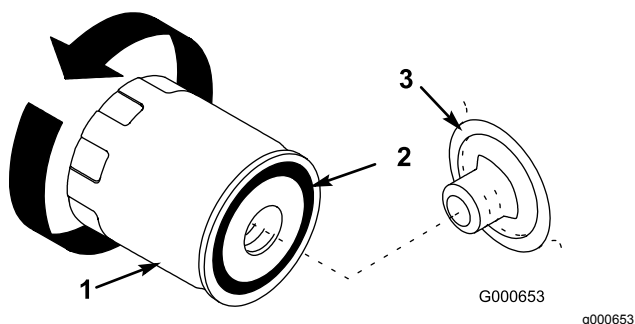

図 30
8. オイルフィルタを外し、フィルタのアダプタガasketの表面をきれいに拭く 図 30。
9. フィルタのガasketにきれいなオイルを薄く塗る 図 30。
10. アダプタに新しいフィルタを取り付ける。ガasketがアダプタに当たるまで手でねじ込み、そこから更に $\frac{1}{2}$ 回転増し締めする 図 30。